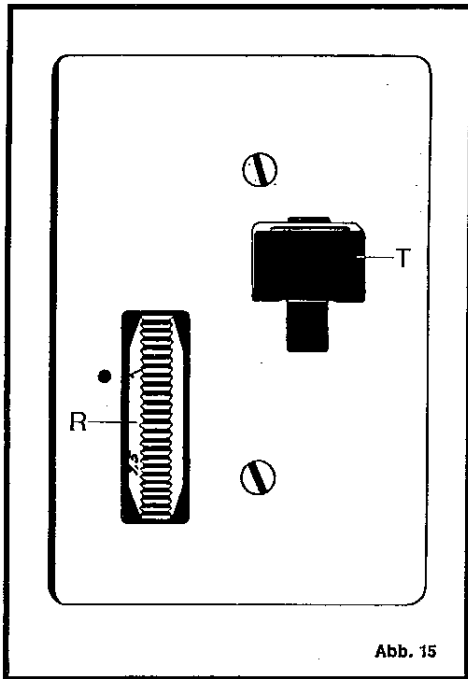

Abb. 15
Stichlängen-Einstellscheibe **R** (Abb. 15) zwischen ca. 0 und 0,5 stellen. Stichbreitenknopf (6) auf 5 stellen. Linkes Raupensymbol am Nutzstichknopf unter Punktmarkierung stellen.